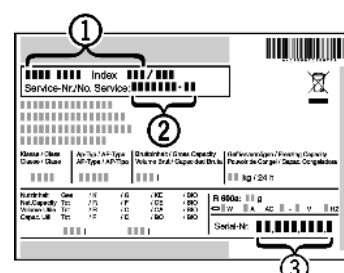

Fig. 14
- ▶ Relever la désignation de l'appareil Fig. 14 (1), le n° de service Fig. 14 (2) et le n° de série Fig. 14 (3) sur la plaquette signalétique. Cette plaquette se trouve sur la paroi intérieure gauche de l'appareil.
- ▶ Informer le S.A.V. et lui communiquer la panne, la désignation de l'appareil *Fig. 14 (1)*, le n° de service *Fig. 14 (2)* et le n° de série *Fig. 14 (3)*.